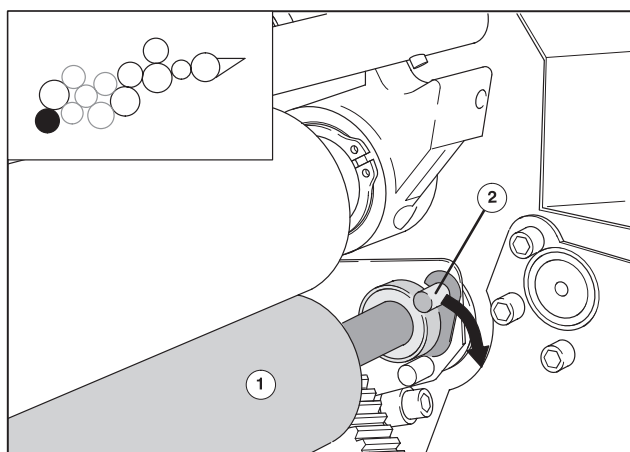

Рис. 37 Установка 3-го накатного валика
- ❶ Установите 3-ий накатной валик (Рис. 37/❶) на обеих сторонах в опору.
- ❷ Нажмите рычаг на опоре на стороне обслуживания (Рис. 37/❷) и стороне привода в направлении офсетного цилиндра.